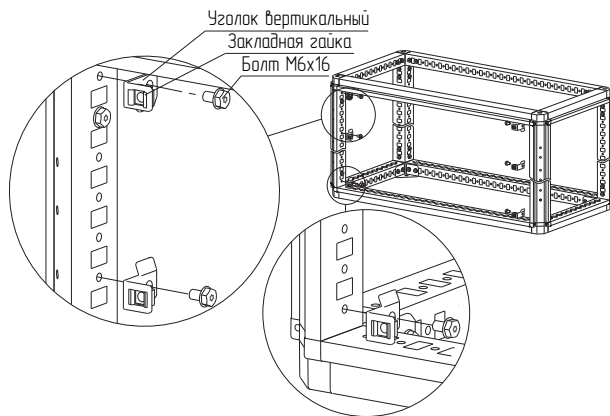

Рисунок 51
4.27.2 В уголки установите закладные гайки, уголки закрепите на стойки каркаса в места, соответствующие высоте и отверстиям фальш-панелей внешних (рисунок 51) болтами М6×16, момент затяжки – 7 Н·м.